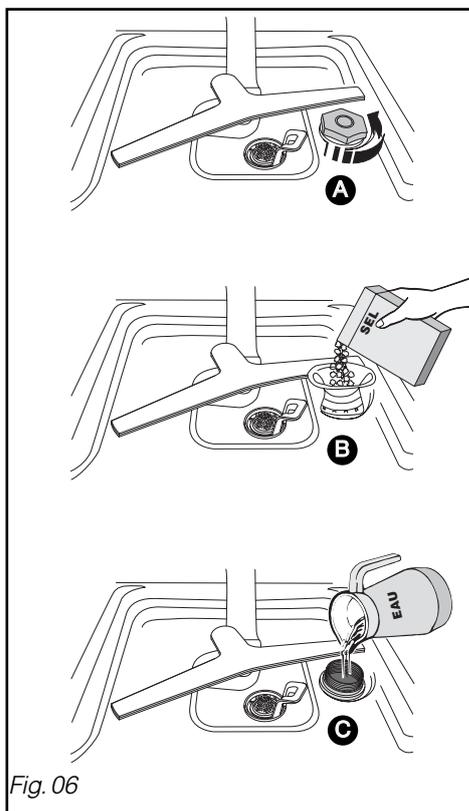

Fig. 06
• **O carregamento do sal regenerador (Fig. 06)**